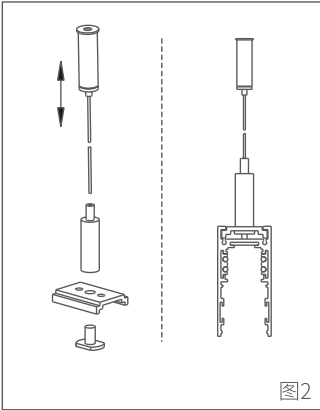

图2
3.根据灯具实际的长度在天花板或墙面板上开预埋槽,如需拼接，应先计算好拼接段及转角组件的长度，一次性开槽，开槽宽度40(+1/-0)mm,如图2所示；
2.在天花板或墙面上拉直线、标记安装孔位并打孔,如图2所示;
调整,如图2所示；根据尺寸A在天花上定好安装位置并钻孔，将吊线固